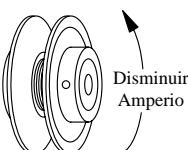

Fig. 6
• **Ajuste la polea si es necesario.** Si la lectura de amperio es menos del valor especificado del motor, apague la unidad y quite el panel de inspección (la tapa para modelos ADA35 y ASA35). Desconecte el motor dentro de la caja para protegerse en caso de que alguien intente poner en marcha el aparato mientras usted está trabajando. Esto hay que hacerlo por su propia seguridad. Ajuste la polea a un diámetro mas grande y vuelva a ajustar la tensión de la correa. Conecte el motor, coloque el panel y compruebe de nuevo el amperio. Repita estos pasos hasta obtener la lectura de amperio correcta. El incrementar el diámetro de la polea, incrementa también el amperio; el disminuir el diámetro de la polea, disminuye también el amperio (véase fig. 6).